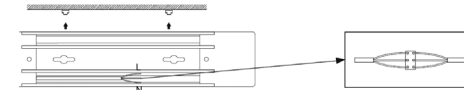

Рисунок 1
1. Подключите кабель к винтовым зажимам клеммной колодки питающей электросети согласно цветовой маркировке проводников (рис. 1):